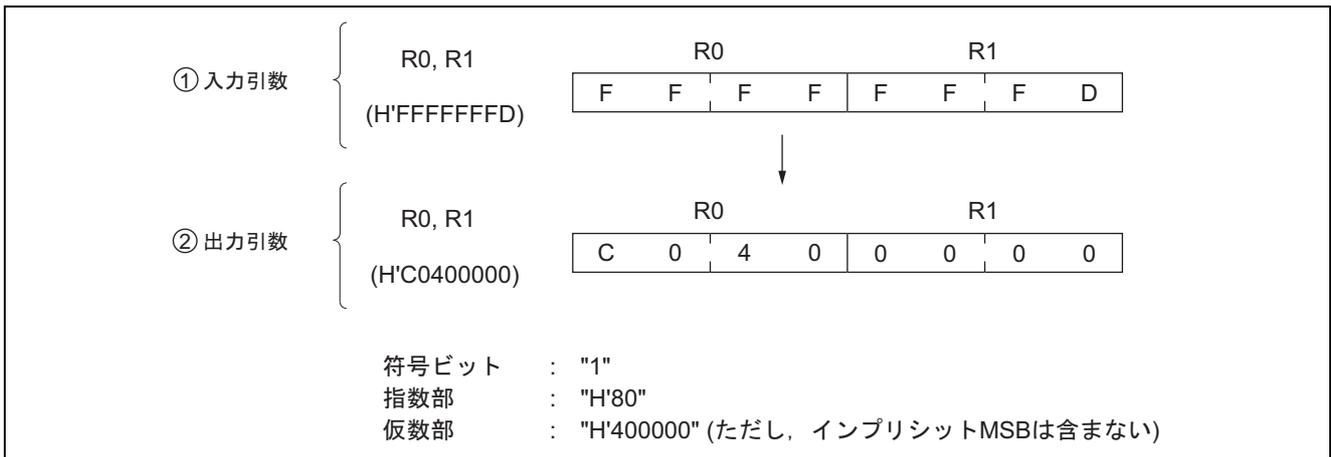

図 1 ソフトウェア KFTR の実行例
仕様のクロックサイクル数は、図 1 の実行例を行った時の値です。
2. 図 1 にソフトウェア KFTR の実行例を示します。